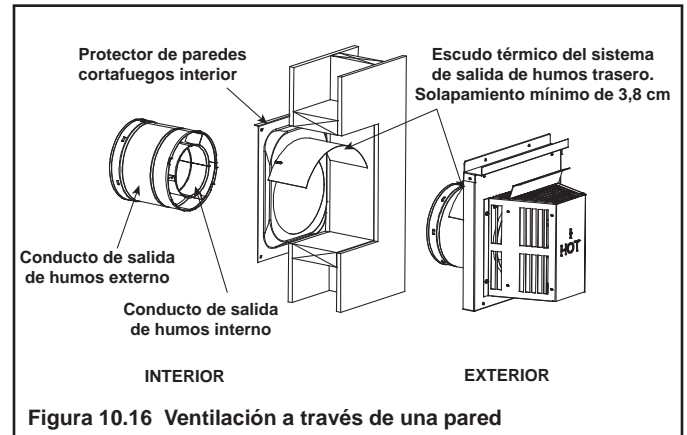

Figura 10.16 Ventilación a través de una pared
- Una sección del escudo térmico se encuentra sujeta al protector de paredes cortafuegos. La otra está sujeta al respiradero de la misma manera (consulte la Figura 10.16).
- La pequeña patilla del escudo de protección descansa sobre la parte superior del conducto de salida de humos para separarlo lo suficiente del mismo (véase la Figura 10.16).